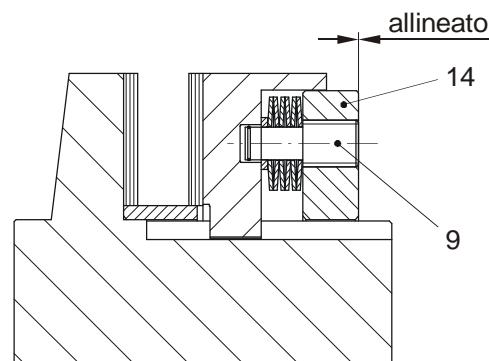

Fig. 23
Poi i perni portamolle (9) vengono avvitati uniformemente in passi di circa ¼, finché non si allineano con la ghiera di regolazione (14, fig. 23).